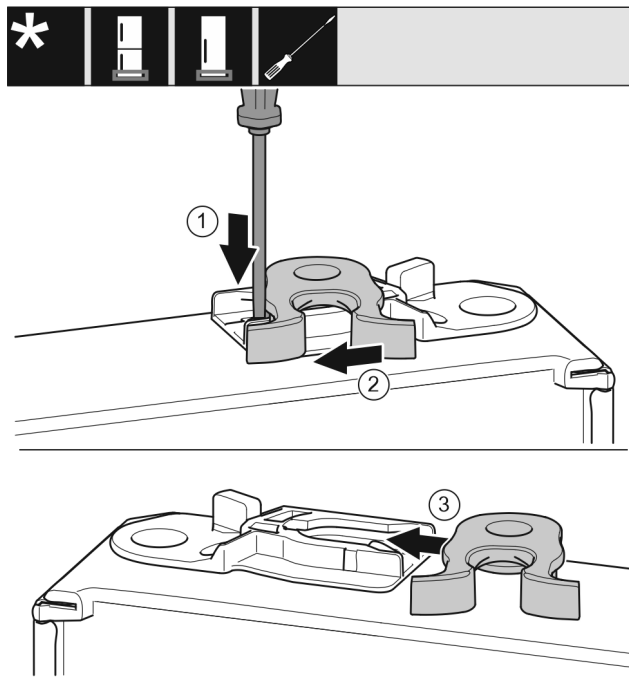

Fig. 21
- ▶ Nakładkę wcisnąć w dół przy pomocy śrubokręta. Fig. 21 (1)
- ▶ Hak zamykający wyjąć z prowadnicy. Fig. 21 (2)
- ▶ Hak zamykający wsunąć w prowadnicę znajdującą się z drugiej strony. Fig. 21 (3)